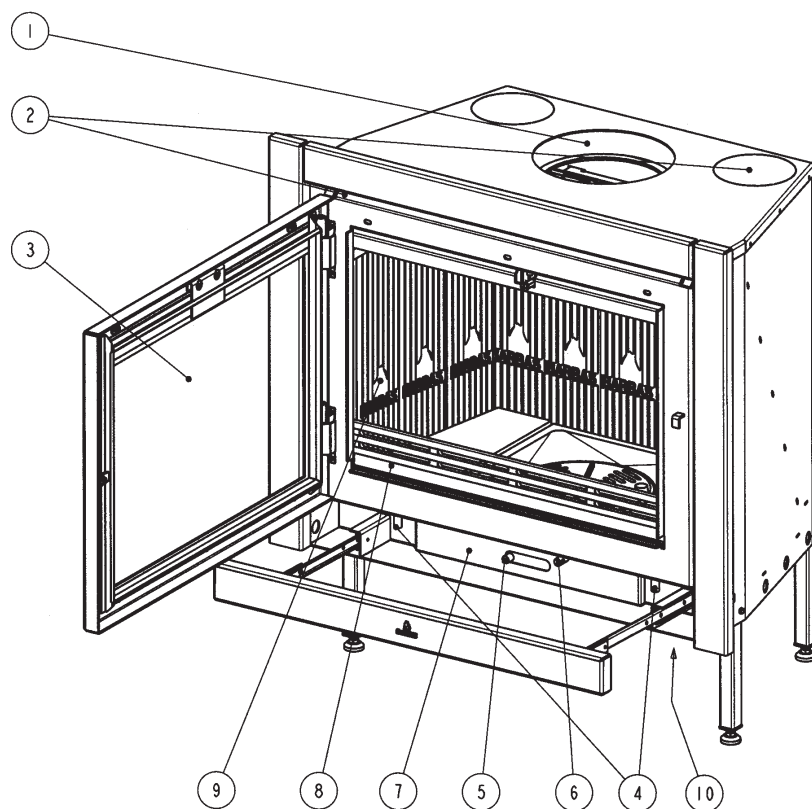

Abbildung 1: Betrieb
6.2. ANZÜNDEN (Abbildung 1 und 2)